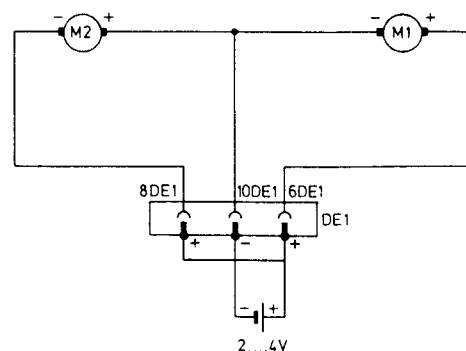

Fig. 2-13
- Die Motoren so mit einer externen Spannungsquelle verbinden, daß die beiden Motoren in Bremsrichtung laufen. (Abb. 2-13).